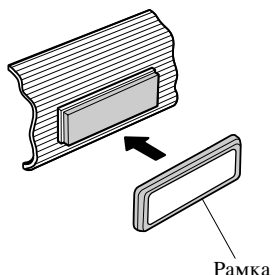

Fig. 17
3. После установки устройства в приборную панель прикрепите рамку. (Рис. 17).